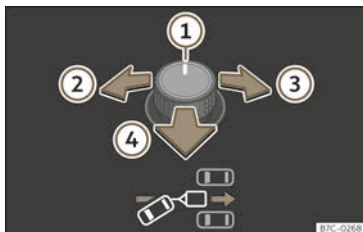
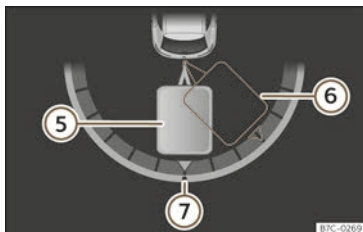

Abb. 172 Drehknopf für die Außenspiegel: Ausrichtung des Anhängers einstellen.
Abb. 173 Bildschirm des Kombi-Instruments: Rückwärtsfahren.
Legende zu >>> (Abb. 172) , >>> (Abb. 173):
- Drehknopf kippen, bis die gewünschte Richtung erreicht ist >>> (Abb. 172). Am Bildschirm des Kombi-Instruments erscheint zur Orientierung eine Darstellung des Gespanns in der aktuellen Position >>> (Abb. 173).